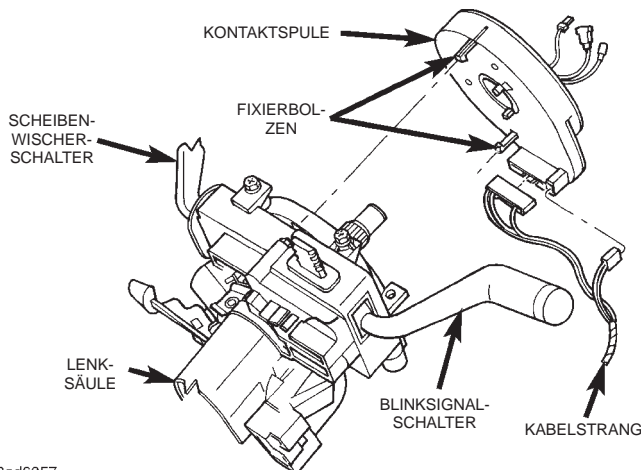

Abb. 7 Kontaktspule
(13) Kontaktschleife (Abb. 7), Schalter, (je nach Ausstattung SKIM) und Zündschlüsselzylinder gemäß Anleitung in Kapitel 8, "Elektrik", von der Lenksäule abbauen.